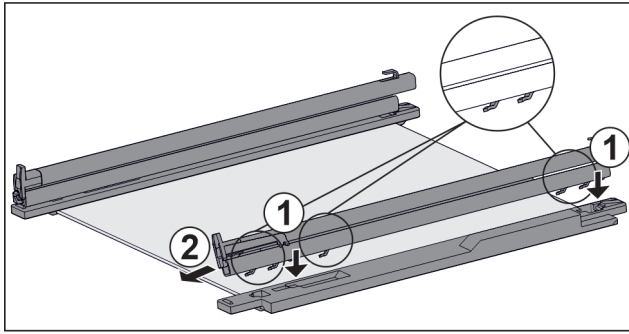

Fig. 100 Ripiano in vetro con guide e fermi
- ▶ Inserire il gancio della guida sulle aperture del **gancio** sinistro. Fig. 100 (1)
- ▶ Tirare la guida in avanti. Fig. 100 (2)
- ▶ Inserire il gancio della guida nelle aperture del **gancio** destro. Fig. 100 (1)